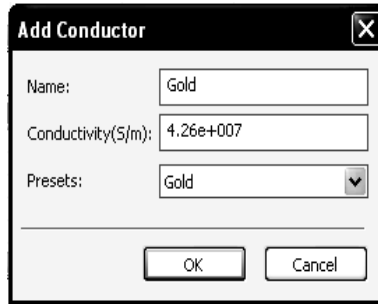
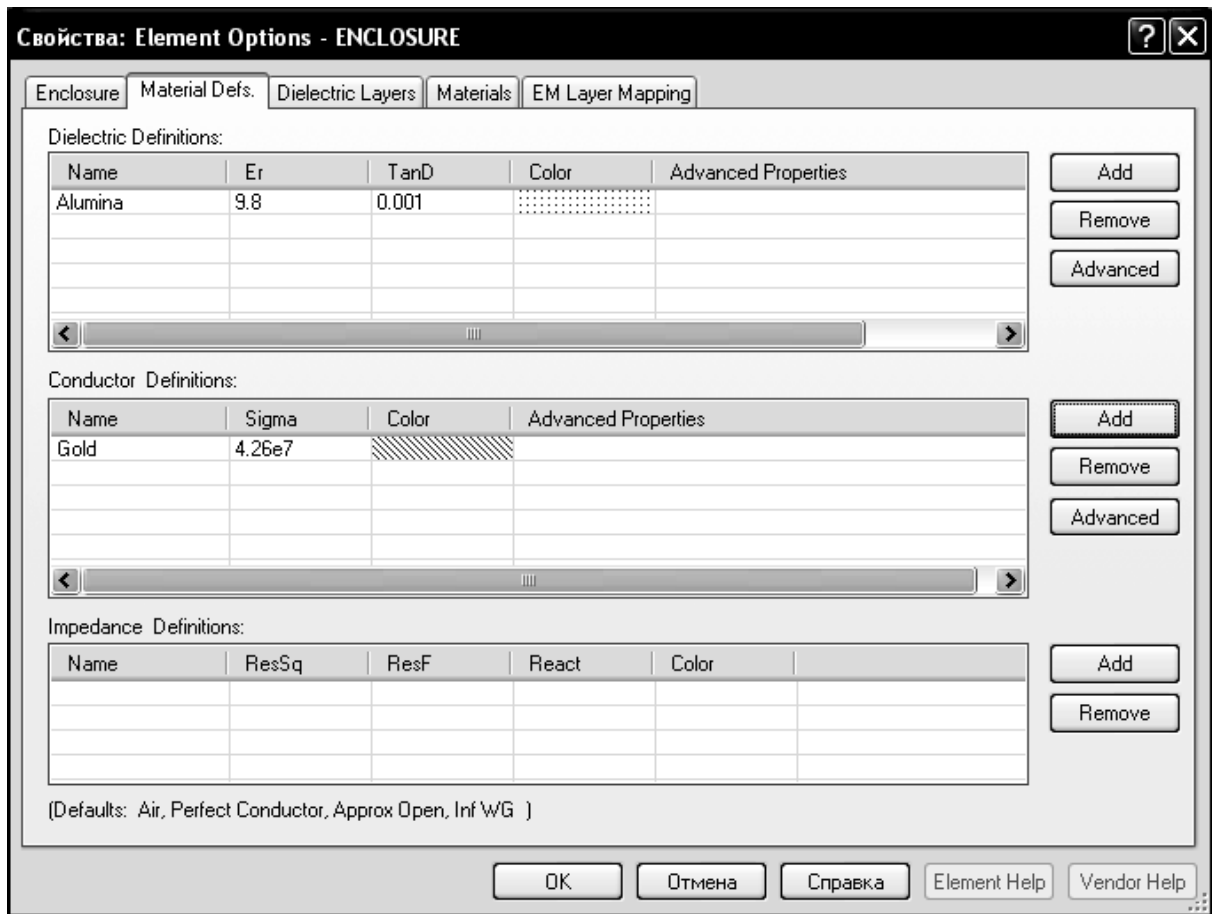

Рис. 5.4
Рис. 5.5
7. Щёлкните мышкой по кнопке **Add** для **Conductor Definitions**, чтобы добавить материал проводника. Откроется дополнительное диалоговое окно **Add Conductor** (рис. 5.4). В поле **Presets** введите **Gold**, остальные поля этого окна заполняются автоматически. Нажмите **OK**. Вкладка **Material** окна свойств электромагнитной структуры должна выглядеть, как показано на рис. 5.5.